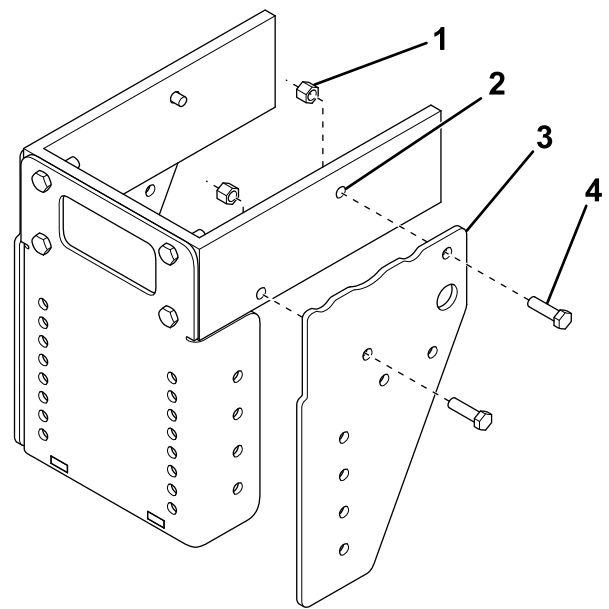

Figura 3
6. Sujete provisionalmente la parte delantera de la placa lateral izquierda al bastidor con un perno ($\frac{1}{2}$ " x $1\frac{3}{4}$ " y una tuerca (Figura 3).
7. Usando la placa lateral como guía, marque la posición del taladro de la placa lateral trasera en el bastidor (Figura 3).
9. Sujete la placa lateral izquierda con 2 pernos ($\frac{1}{2}$ " x $1\frac{3}{4}$ " y tuercas (Figura 3).